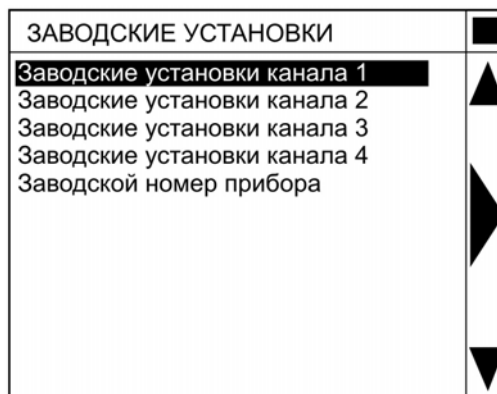

Рис.22 – Меню «Заводские установки»
3.4.8.1 Если в «Главном меню» активировать строку «Заводские установки», то на экране появится соответствующее меню (рис.22). В основном поле экрана представлены следующие надписи: